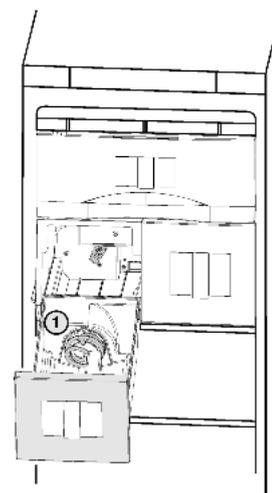

Fig. 9
- ▶ После очистки снова вдвиньте емкость до упора. Если емкость не удается вдвинуть до конца, вращайте шнек *Fig. 9 (1)*.